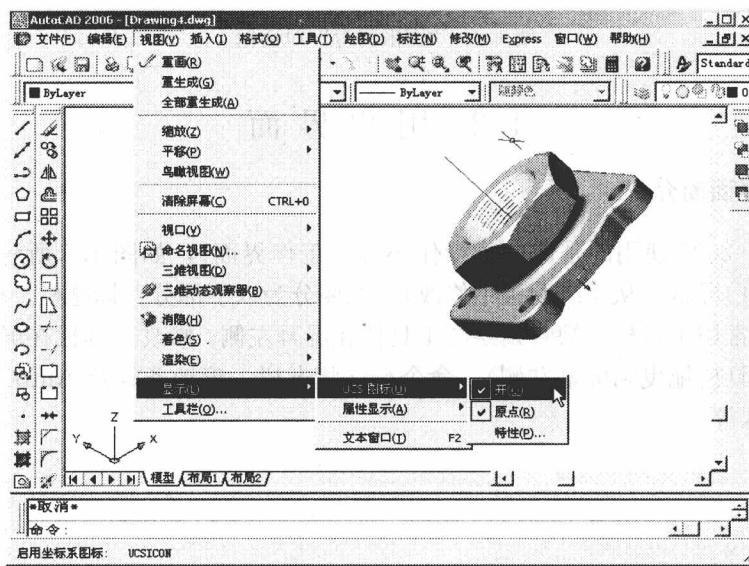

图 1.6 下拉菜单中的子菜单
- 下拉菜单中右面有小三角形(▲)图标的菜单项，表示还有子菜单，如图 1.6 所示。